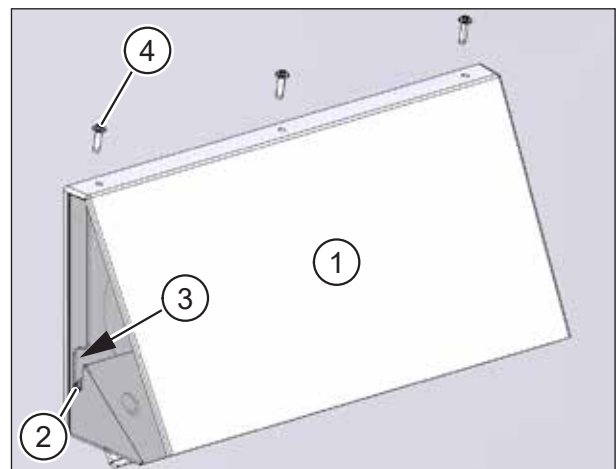

Abb. 14: Fassadenabschluss installiert
- ▶ Setzen Sie die Abdeckung (Pos. 1 in Abb. 14) so auf die Grundplatte auf, dass die Nasen der Abdeckung (Pos. 2 in Abb. 14) in die Führungen an der Grundplatte (Pos. 3 in Abb. 14) gleiten.
- ▶ Befestigen Sie die Abdeckung mit den drei Kreuzschlitzschrauben 3,5 x 16 (Pos. 4 in Abb. 14).